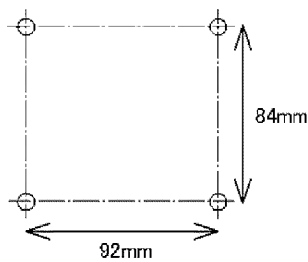
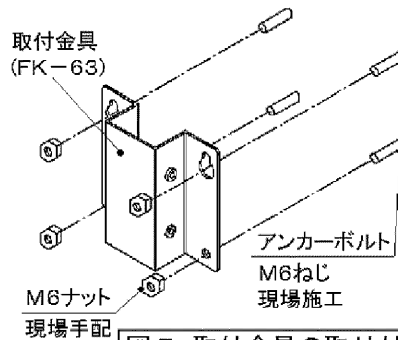
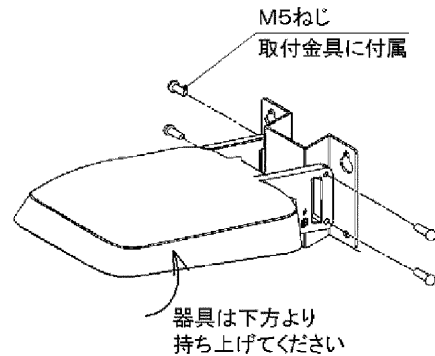

図4 取付寸法
図5 取付金具の取り付け
図6 器具の取り付け
### ● 壁面に取り付ける場合 (図4) (図5) (図6)
2. 取付金具はアンカーボルトと取付ナットにて堅固に締め付けてください。(図5)
3. 金具の凸部に対し器具を下方から持ち上げ、取付金具の同梱ねじ4本にて、取付金具と器具を(図6)のように締め付けてください。